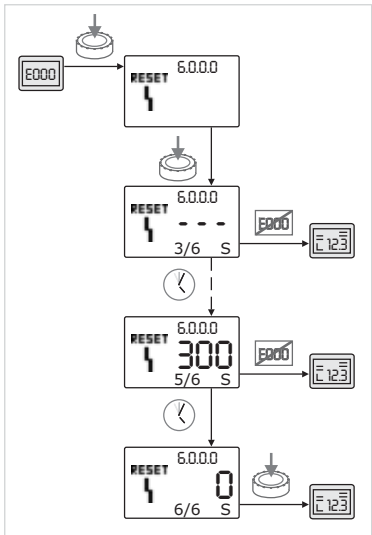

Рис. 50: Квитирование ошибки типа C
- При возникновении ошибок типа C выполнять квитирование следующим образом (рис. 50):